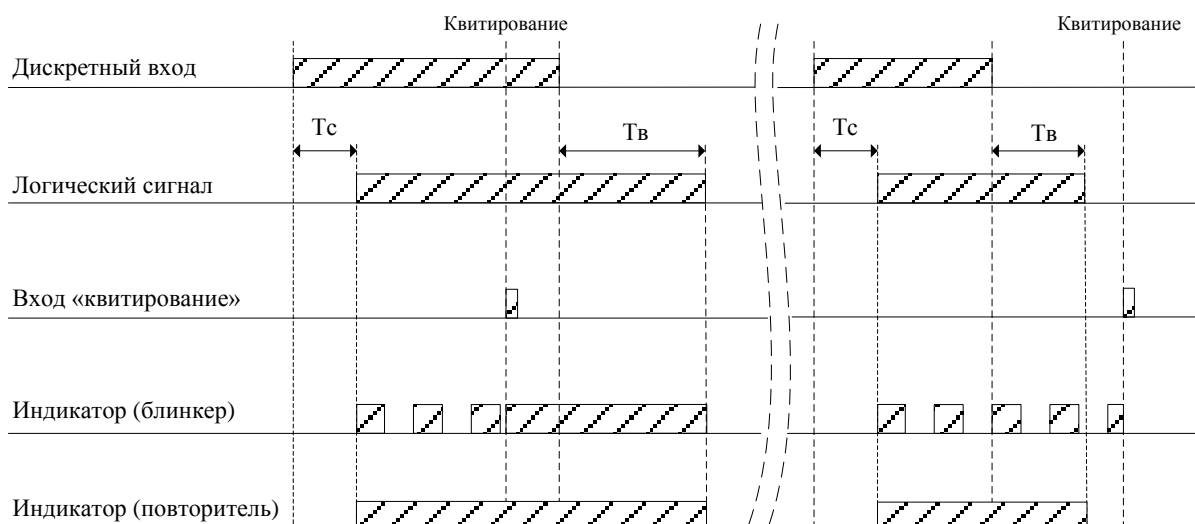

Рисунок 1.6 – Прямой тип сигнала и его квитирование
- длительный «ПРЯМОЙ» (рисунок 1.6);